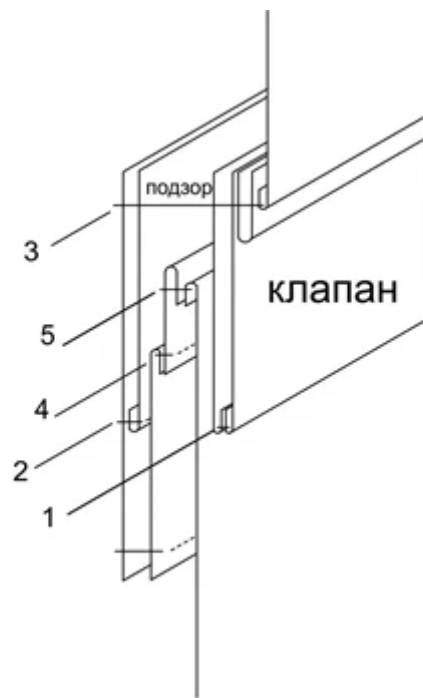

Рисунок 2
11. Выполнить обработку прорезного кармана «в рамку» с клапаном (рис. 2).